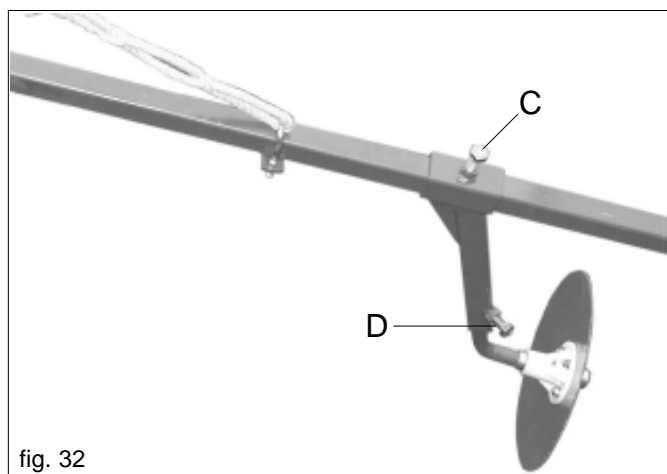

fig. 32
- aflojar el perno (C, D Fig. 32);
- bloquear el perno (C, D Fig. 32).